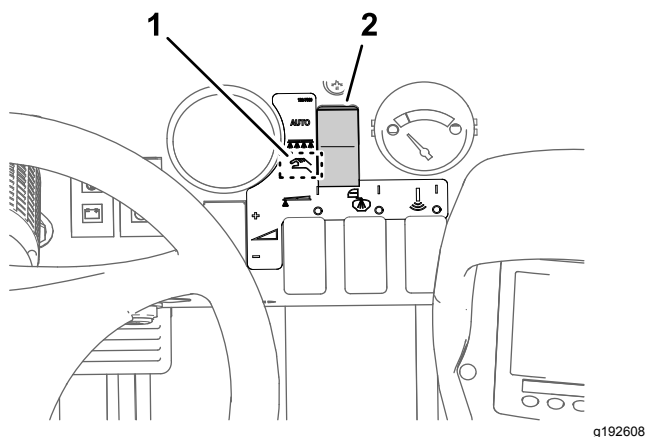

Рисунок 38
2. Установите кнопку режима опрыскивателя в ручной режим (Рисунок 38).